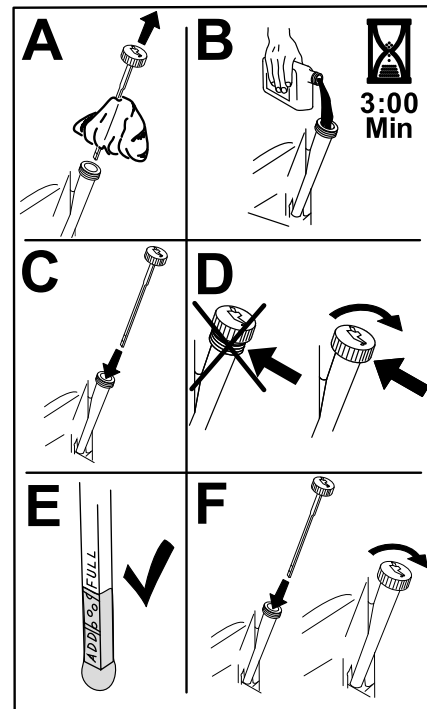

Figura 38
5. Vierta lentamente un 80 % aproximadamente del aceite especificado por el tubo de llenado, luego añada lentamente el resto del aceite hasta que llegue a la marca de **Lleno** (Figura 38).